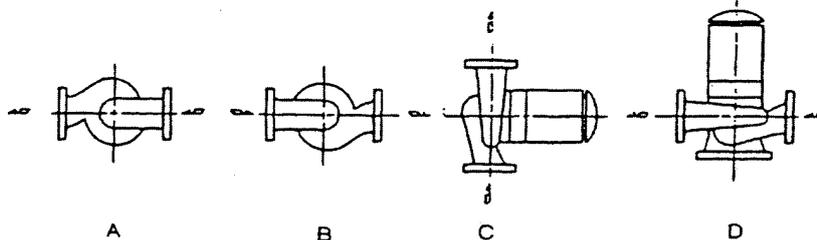
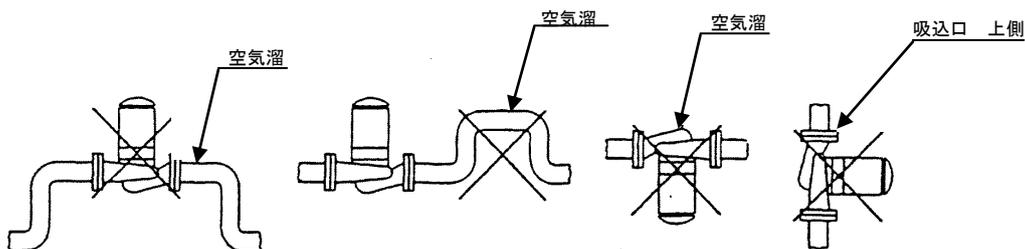

図1
図2
- ポンプは配管に対して図1のA~Dまでのいずれかの方法で据付けてください。図2のような配管はできません。